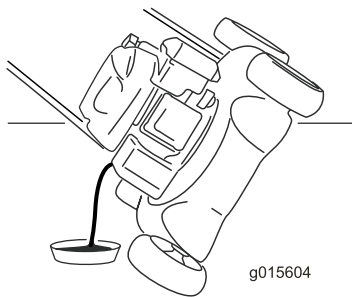

**Bild 22**
3. Entfernen Sie den Peilstab, indem Sie den Deckel nach links drehen und herausziehen (Bild 22).